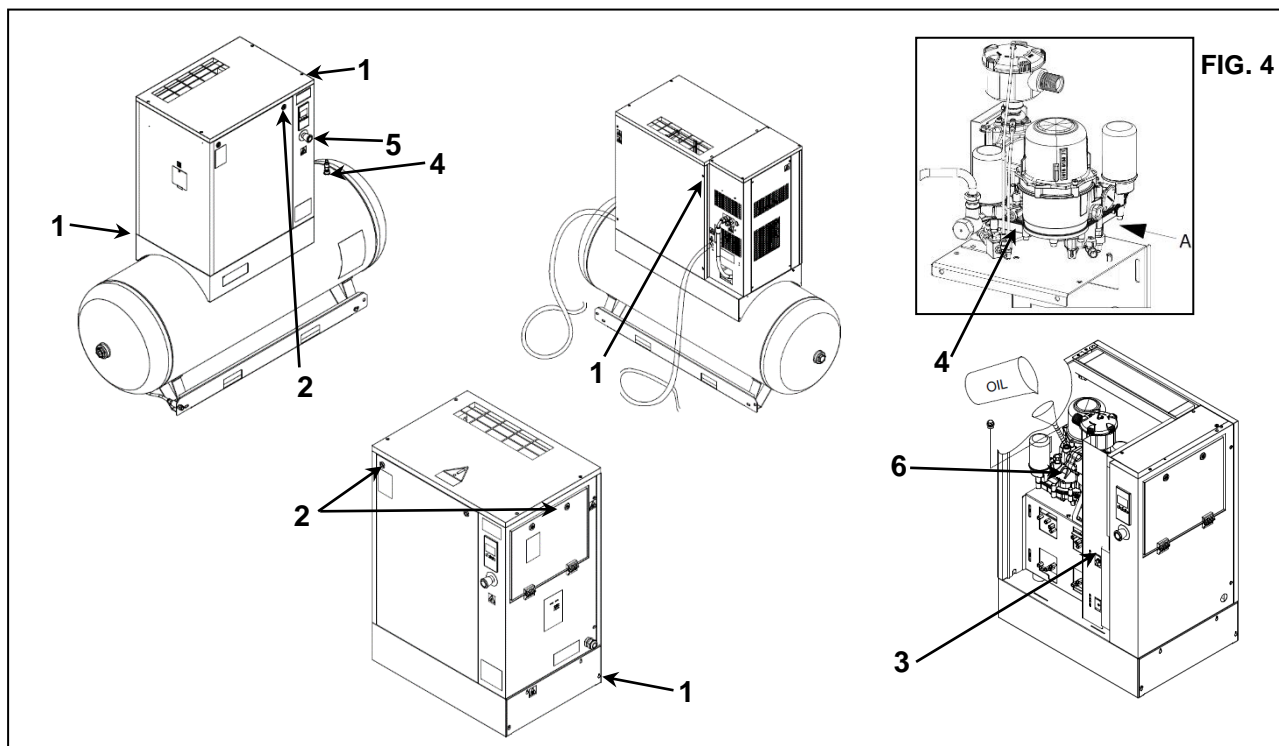

FIG. 4
7.1 DISPOZITIVE DE SIGURANȚĂ DE PE COMPRESORUL CU ȘURUB (fig. 4)